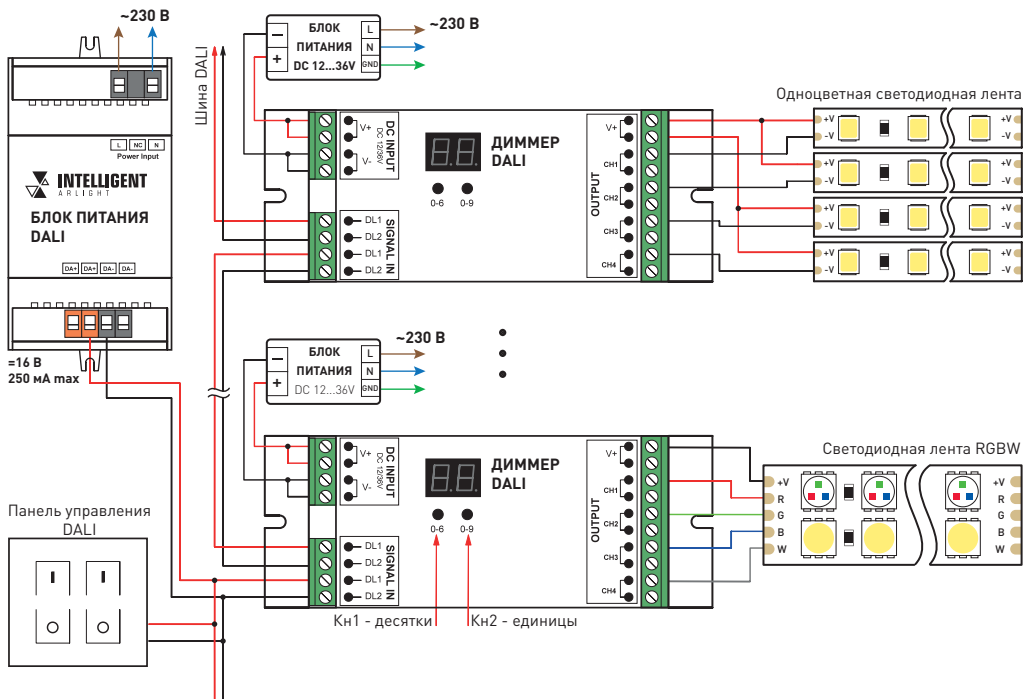

Рисунок 1. Схема подключения диммера для использования с одноцветной и RGBW-лентой
- 3.3. Подключите светодиодную ленту или другой совместимый светодиодный источник света к выходу диммера, соблюдая полярность и порядок подключения проводов (Рис. 1).